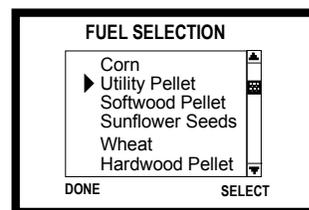

Figure 9.1
- Par exemple, si vous avez sélectionné granulés de bois et que vous brûlez du maïs, l'appareil risque de ne pas s'allumer, de s'éteindre ou d'être suralimenté. **Figure 9.1.**